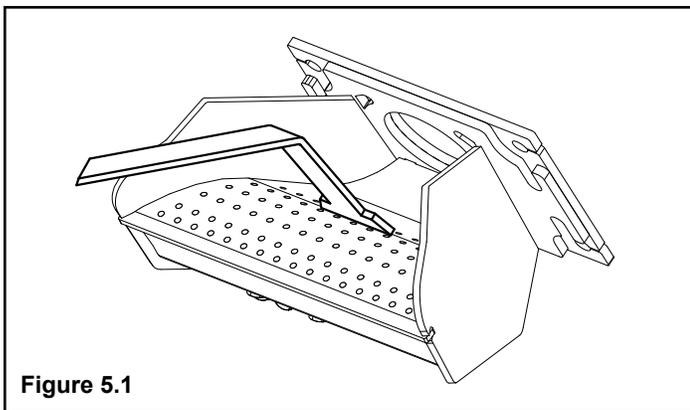

Figure 5.1
- Grattez la surface supérieure percée et les côtés du pot de combustion jusqu'à la vis sans fin, Figure 5.1. Pour cela, il n'est pas nécessaire de le vider complètement. Toutes les matières en excès seront poussées hors du pot lors de la prochaine utilisation.